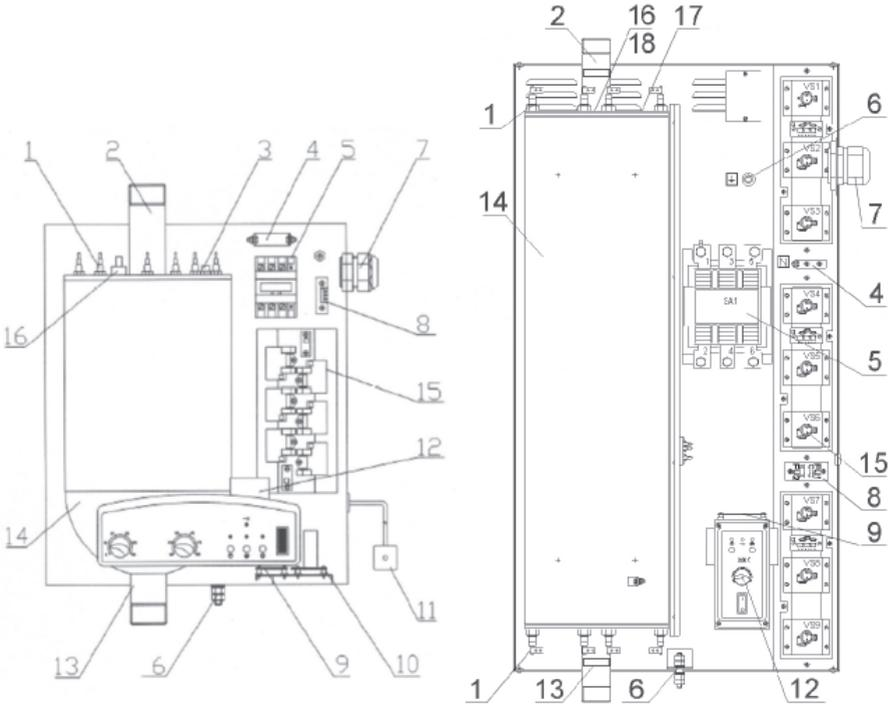

Рис. 1. Устройство электродкала:
5.1. Отопитель состоит из следующих основных частей: теплообменника (бака), элементов коммутации и электронных блоков (питания, управления циркуляционным насосом, измерения температуры теплоносителя и воздуха), (рис. 1).